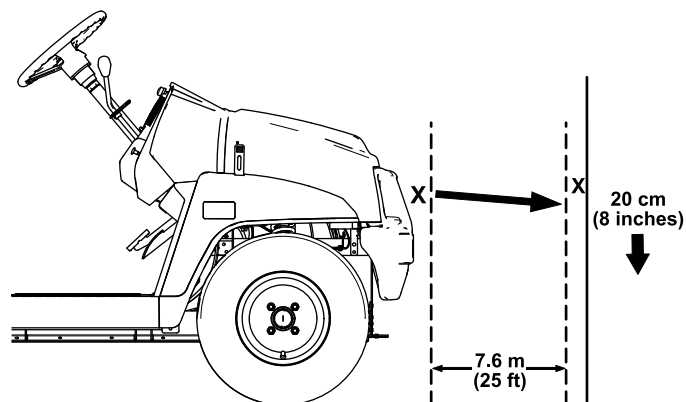

Figura 51
- Aparque la máquina en una superficie nivelada con los faros a unos 7.5 m (25') de una pared (Figura 51).
La parte más brillante del haz del faro debe estar a 20 cm (8") por debajo de la señal hecha en la pared (Figura 51).